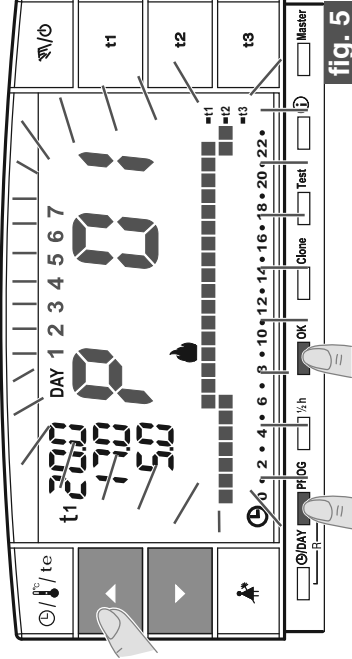

fig. 5
- Se invece, si vuole selezionare un altro programma (fig. 5) premere ad impulsi il tasto PROG (o i tasti ▲ ▼) sino alla visualizzazione sul display del programma desiderato (P02 invernale o P03 estate), quindi premere il tasto OK.